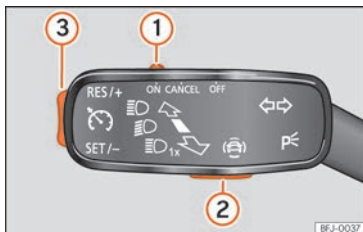

Fig. 252 À gauche de la colonne de direction : commande et touches servant à utiliser le limiteur de vitesse.
Si vous souhaitez désactiver temporairement le limiteur de vitesse, pour doubler par exemple, réglez la commande » fig. 252 ① du levier des clignotants sur la position **CANCEL** ou réglez le troisième levier sur la position **CANCEL** ou appuyez sur la touche ② de l'un quelconque des leviers.